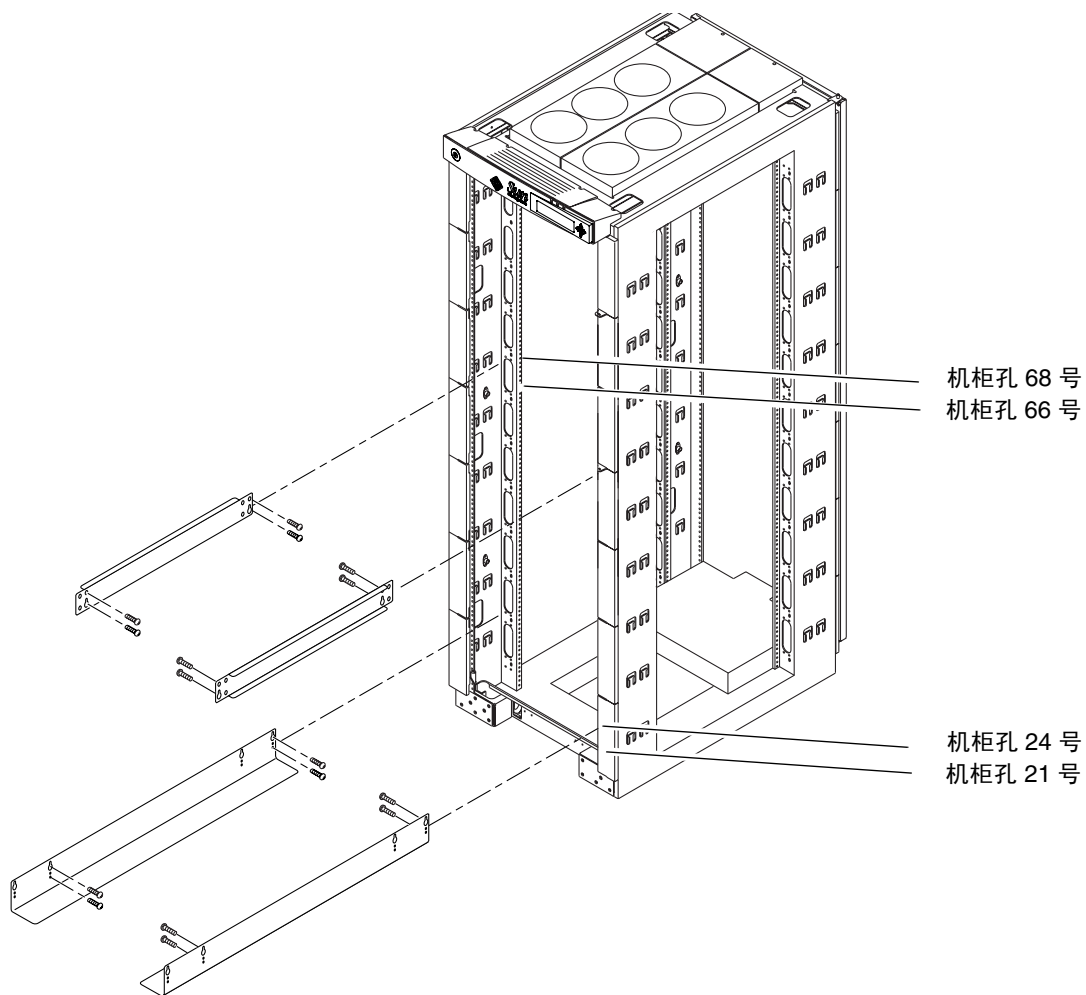

图 3-1 在 Sun Fire 机柜中安装滑轨
1. 使用四颗螺丝将滑轨固定到 Sun Fire 机柜上（两颗穿过吊架孔，另外两颗穿过吊架孔上方的插槽）。机柜孔的编号如图 3-1 所示。